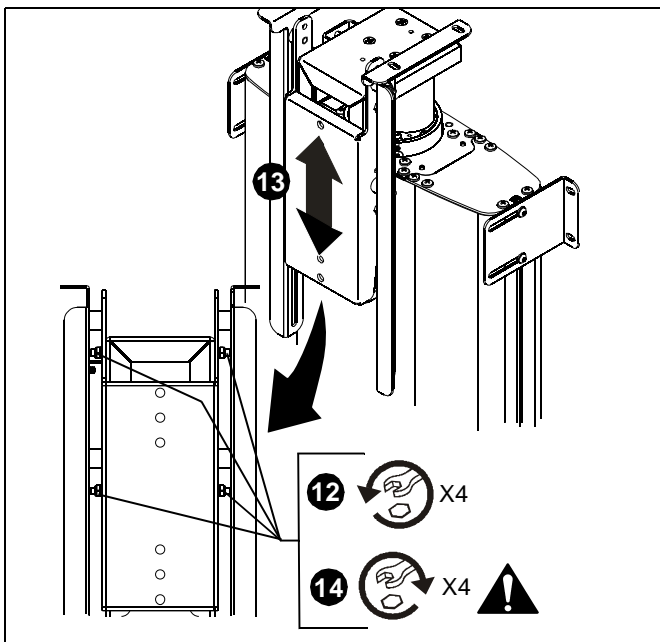

рис. 6
9. Закрепите лицевую панель на монтажном кронштейне лицевой панели с помощью двух контргайек. (см. рис. 6)
12. Ослабьте четыре гайки, закрепляющие монтажный кронштейн лицевой панели и рамку. (см. рис. 6)
13. Переместите монтажный кронштейн лицевой панели на необходимую высоту. (см. рис. 6)